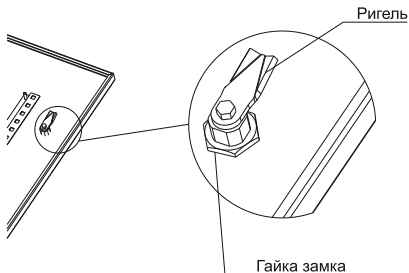

Рисунок 2
1.5 Переверните корпус вокруг продольной оси таким образом, чтобы дверь оказалась сверху. Установите замки на дверь (рисунок 2).